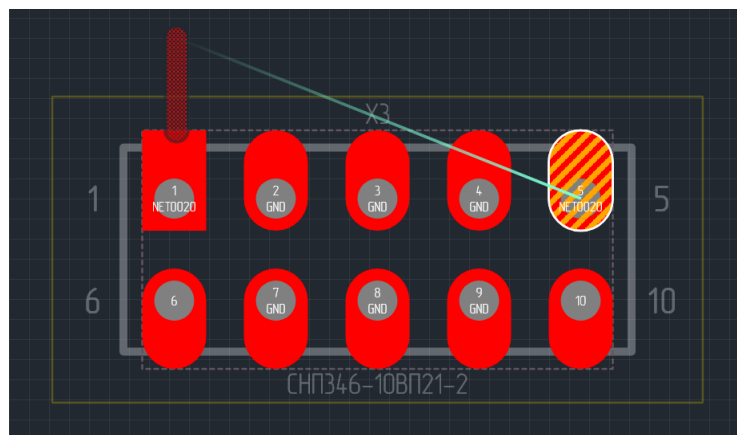

Рис. 210 Отображение возможного вида участка трека
1. Выберите точку для начала размещения трека и нажмите левую кнопку мыши, переместите в заданную точку, через которую нужно проложить трек. В этот момент на экране отображается возможный вид трека, предлагаемый автоматическим трассировщиком, см. Рис. 210.